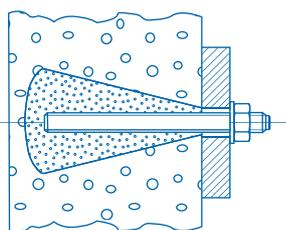

Рис. 6
- **Предварительный** (рис. 6) — закрепляемая деталь монтируется после установки анкера в базовое основание.